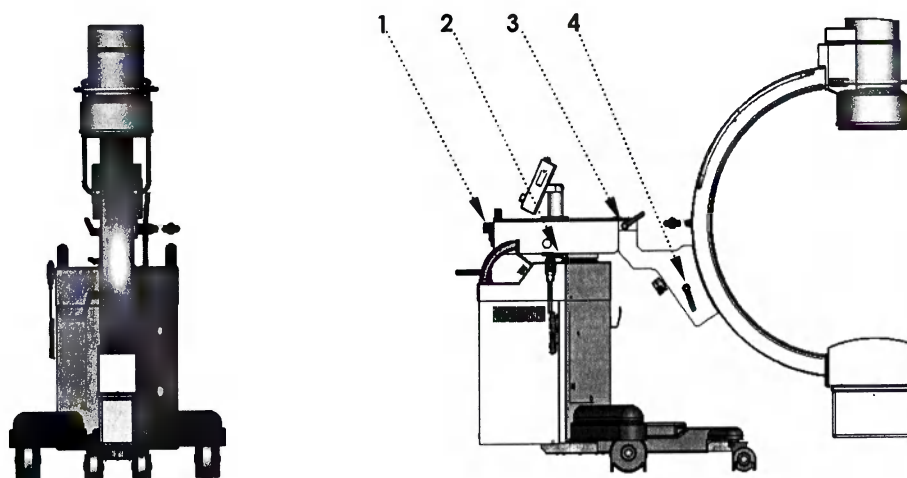

Рисунок 50
8.2.1 Установите штатив в позицию парковки (см. рисунок 50), как указано ниже.